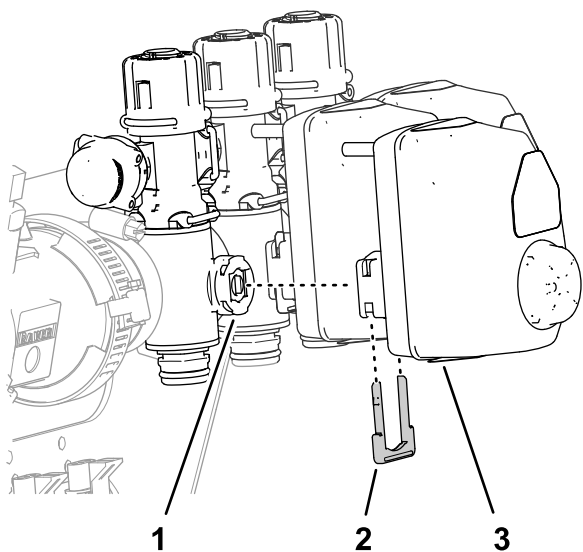

Рисунок 64
1. Снимите 3 держателя, которые крепят 3 привода клапанов к клапанам левой, средней и правой секций (Рисунок 64).
2. Снимите приводы клапанов с клапанов левой, средней и правой секций (Рисунок 64).
- Установите 3 привода клапанов на клапаны левой, средней и правой секций (Рисунок 64) с помощью держателей, снятых при выполнении пункта 1.